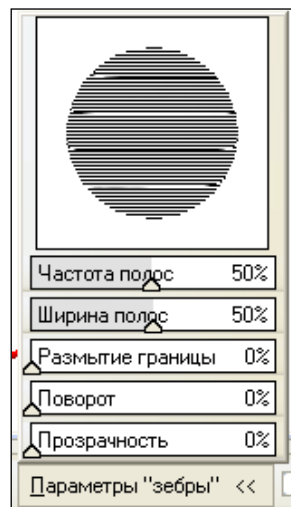

Рис. 8.19. Панель **Параметры "зебры"**
- ♦ нажать на кнопку **Параметры "зебры"** и в раскрытой панели (рис. 8.19) с помощью "ползунков" изменить текущие значения следующих параметров: